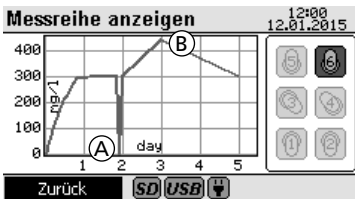

Abbildung 11
Underrange (A) wird durch null und **Overrange (B)** mit dem maximal darstellbaren Wert des Messbereiches angezeigt. Ist eine Messung fehlgeschlagen, wird der Messwert an dieser Stelle ignoriert, siehe Abbildung 11.